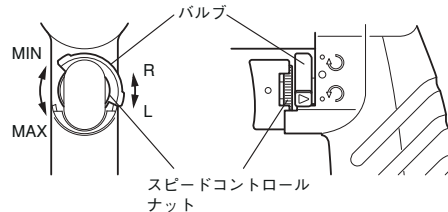

図7
5-4 回転数の調整方法 (図7)
5-5 回転方向の切り替え (図7)
- (2) タッピングペーストをタップに塗布してください。
- (3) バルブが正回転になっている事を確認してください。(図7)
- (4) タップを下穴に合わせてから、タッピングを開始してください。